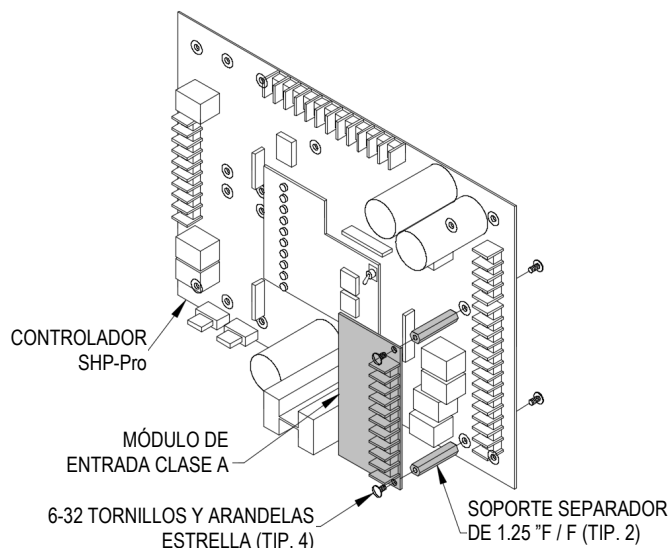

Figura 28 Montaje del módulo de salida de clase A
Paso 1: asegure los dos soportes separadores hexagonales F/F a la placa de control principal con los tornillos proporcionados, como se muestra en la Figura 28.